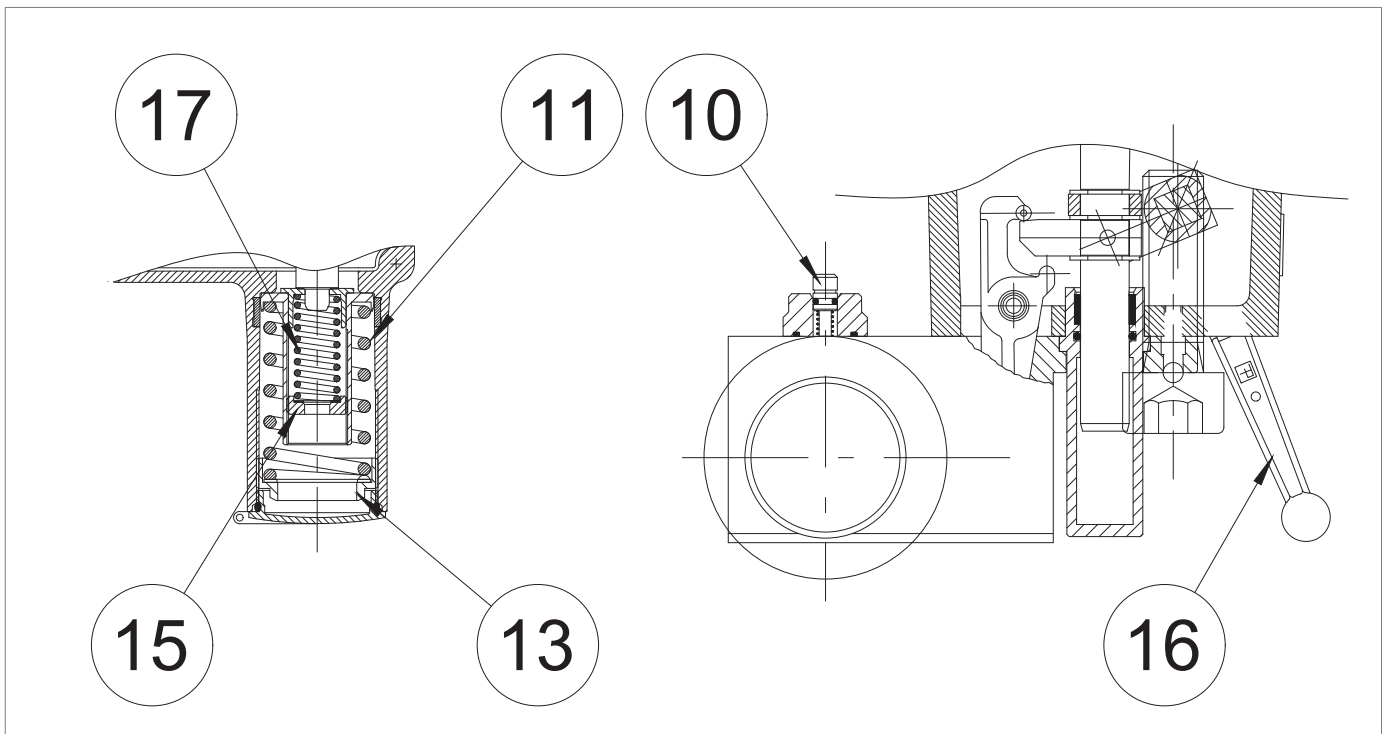

Fig. 8.34. Calibración de los presostatos mod. 100
2	<p>Compruebe que la válvula de bloqueo incorporada esté en posición cerrada.</p> <div style="border: 1px solid black; padding: 5px;"> <p> ¡ATENCIÓN!</p> <p>Si la válvula de bloqueo incorporada está en posición abierta, ciérrela mediante el botón manual (Fig. 8.34, ref.10).</p> </div>